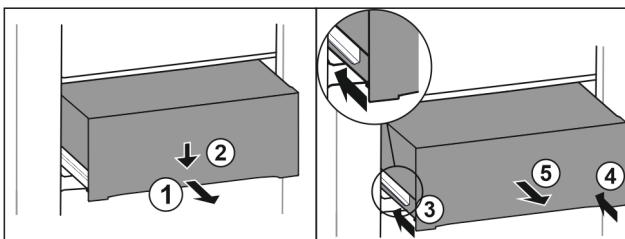

Fig. 120
- ▶ Витягніть ящик на половину. Fig. 120 (1)
- ▶ Спрямуйте висувний ящик вниз спереду. Fig. 120 (2)
- ▶ Вставте ліву рейку приблизно на 2 см. Fig. 120 (3)
- ▶ Вставте праву рейку приблизно на 2 см. Fig. 120 (4)
- ▶ Вийняти висувний ящик рухом вперед. Fig. 120 (5)